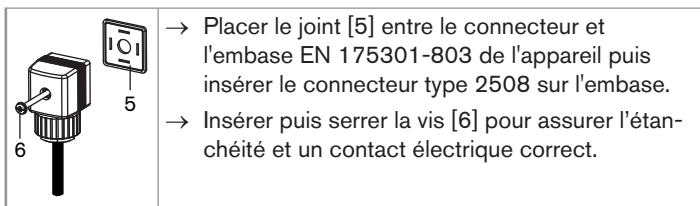

Fig. 6 : Assemblage du connecteur femelle type 2508 (fourni)
- Dévisser l'écrou [1] (voir Fig. 6) du connecteur femelle type 2508 fourni avec l'appareil.